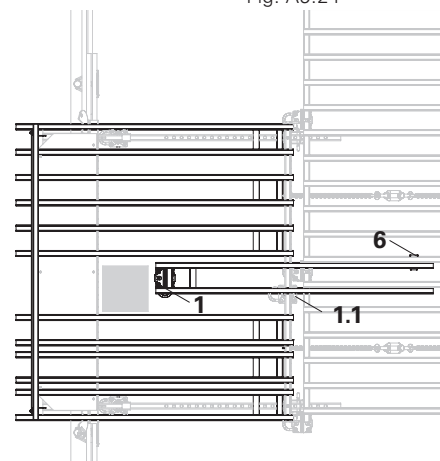

Fig. A9.26
7. Mettere gli elementi di compensazione GFL 183 x 20 nel punto di interruzione usando puntelli (1) e collegarli con la morsa GFK (6), vedere la vista dall'alto. (Fig. A9.26)